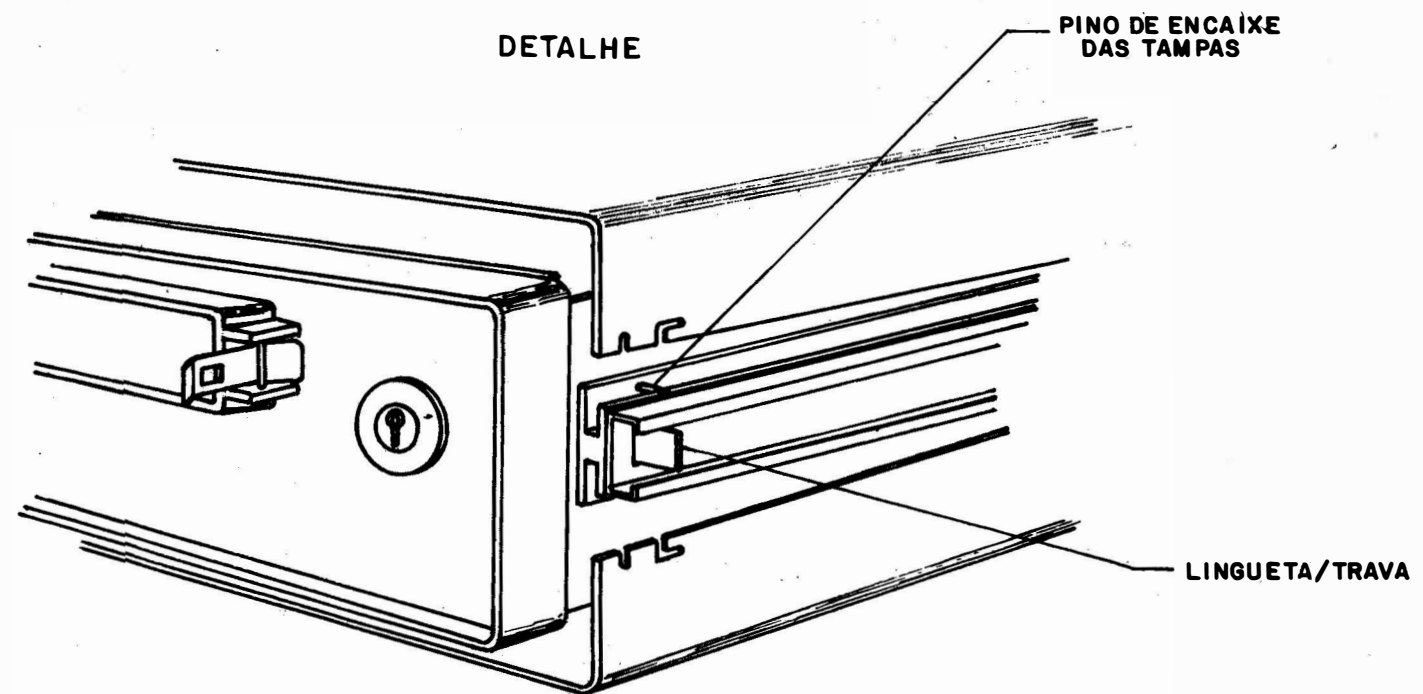

FIG. 5-1. REMOÇÃO E REPOSIÇÃO DAS TAMPAS DO TRANCEPTOR
- c. Deslocar as tampas para trás, até que estas desencaixem dos pinos. Vide fig. 5-1, procedendo conforme a seqüência A, B e C.